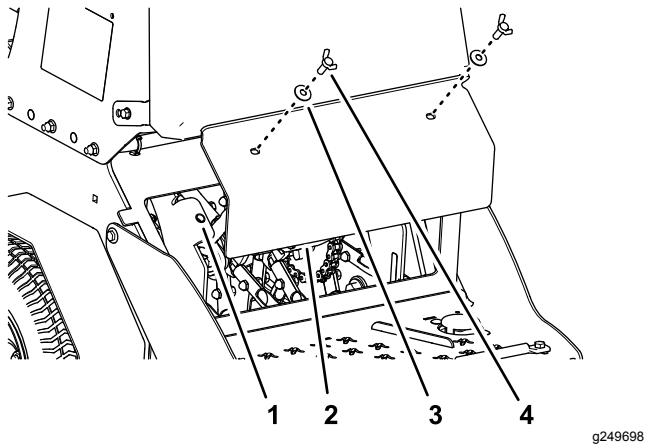

Figure 61
3. Retirez les 2 vis à oreilles ( $\frac{3}{8}$  x 1 po) et les 2 rondelles ( $\frac{3}{8}$  po) qui fixent le panneau arrière au châssis, et déposez le panneau (Figure 61).
6. Alignez les trous du panneau arrière et les trous du châssis (Figure 61).
7. Fixez le panneau au châssis au moyen des 2 vis à oreilles et des 2 rondelles (Figure 61) que vous avez retirées à l'opération 3; serrez les vis à un couple de 37 à 45 N·m (27 à 33 po-lb)